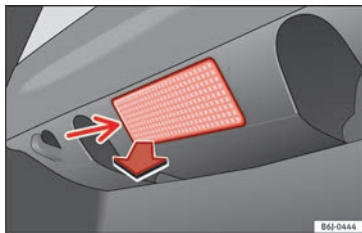

Fig. 118 Luz del maletero.
- Extraiga la tulipa haciendo presión sobre el borde de la parte interior de la misma (flecha) con ayuda de un destornillador por su parte plana »» **fig. 118**.